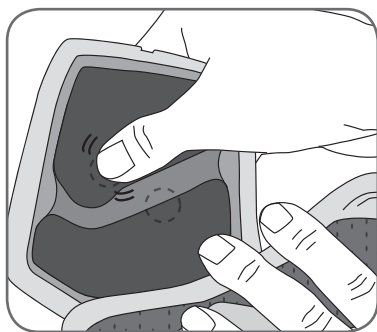

Abbildung 6-6: Befestigung der großen Gewebeelektrode
6. Drücken Sie nun kräftig, bis die große Gewebeelektrode sicher an der L300-FS-Manschette befestigt ist (siehe Abbildung 6-6).